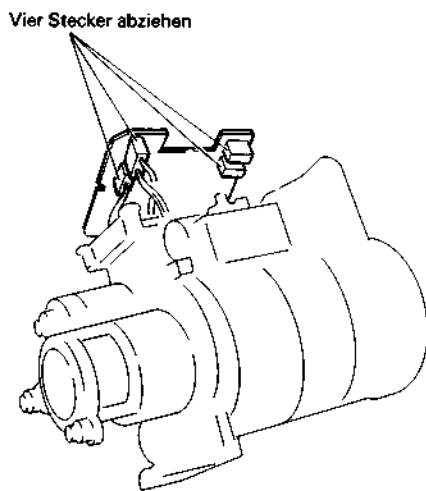

Abb. 2.113 Ausbau der Autofocus-Leiterplatte
3. Die fünf Stecker (CN1, CN2, CN3, CN4, CN5) abziehen (siehe Abb. 2.113).